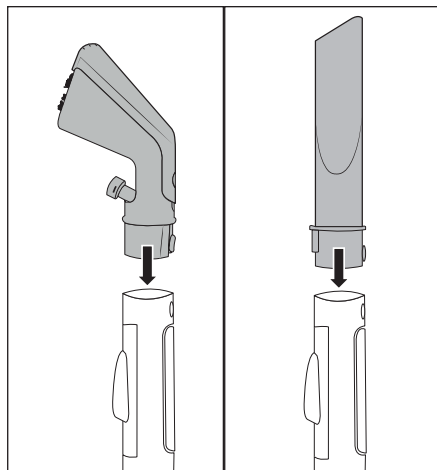

Fig. 3
- ◆ Conecte la boquilla para tapicería **22** o la boquilla rinconera **29** en el tubo de rociado/aspiración **19** hasta que el botón de bloqueo **25/32** encastre (consulte la fig. 3).